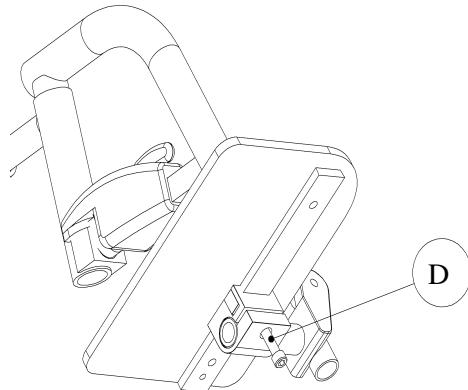

*Figure 28 - Ajustement en longueur des appuis-pieds*
1. Enlever les vis **B** en utilisant une « clé à fourche 10 mm » (figure 28);